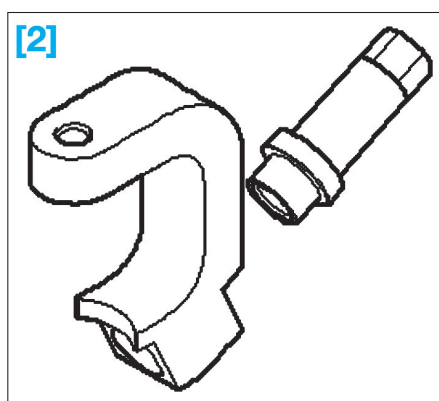

FIG. 80
- [2]. Extracteur ref.T10402 (Fig.80).